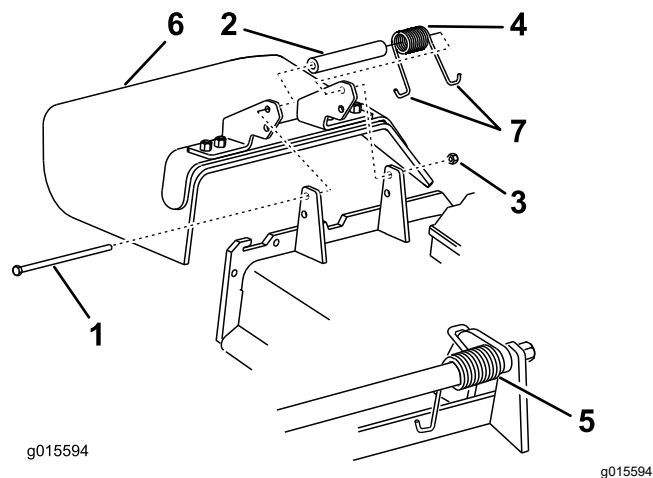

Рисунок 121
1. Снимите контргайку, болт, пружину и проставку, удерживающие отражатель на кронштейнах оси поворота (Рисунок 121).
2. Снимите поврежденный или изношенный отражатель травы (Рисунок 121).
**Примечание:** Убедитесь, что J-образный зацеп пружины установлен за краем деки, прежде чем устанавливать болт, как показано на Рисунок 121.
6. Поместите один J-образный зацеп пружины рядом с отражателем травы (Рисунок 121).